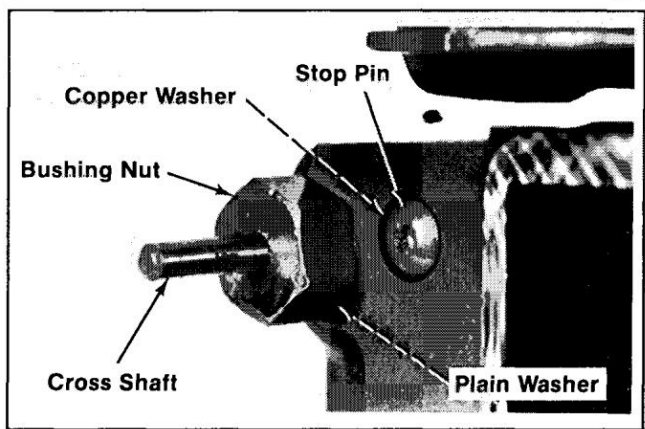

Figure 10-12. Dépose de l'arbre transversal et Goupille d'arrêt.
1. Retirez la goupille d'arrêt, la rondelle en cuivre, l'engrenage du régulateur et la rondelle de butée. Reportez-vous aux figures 10-12 et 10-13.